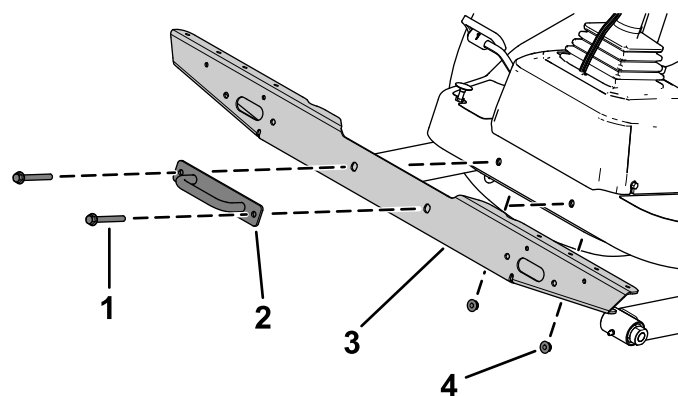

Figura 12
2. Fissate il supporto trasversale dei fari sulla piattaforma con i bulloni, i dadi e la staffa di ancoraggio precedentemente rimossi (Figura 12).